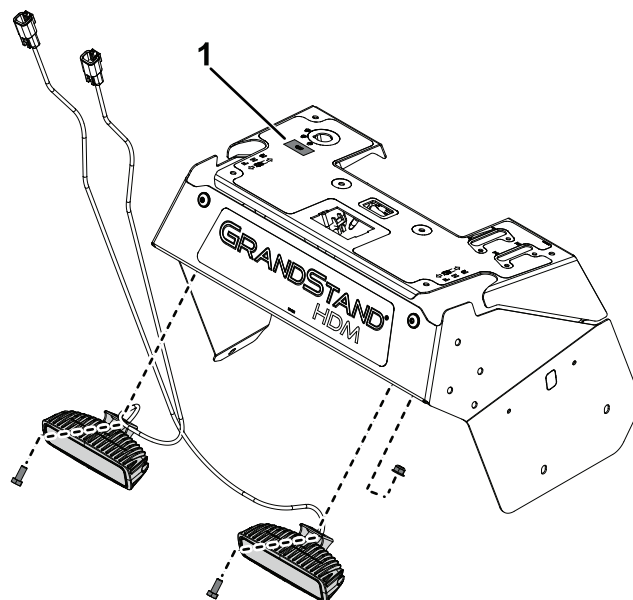

Figure 1
2. Découpez avec précaution l'autocollant du panneau de commande à l'emplacement du symbole d'éclairage (Figure 1). Retirez le cache amovible du panneau de commande.